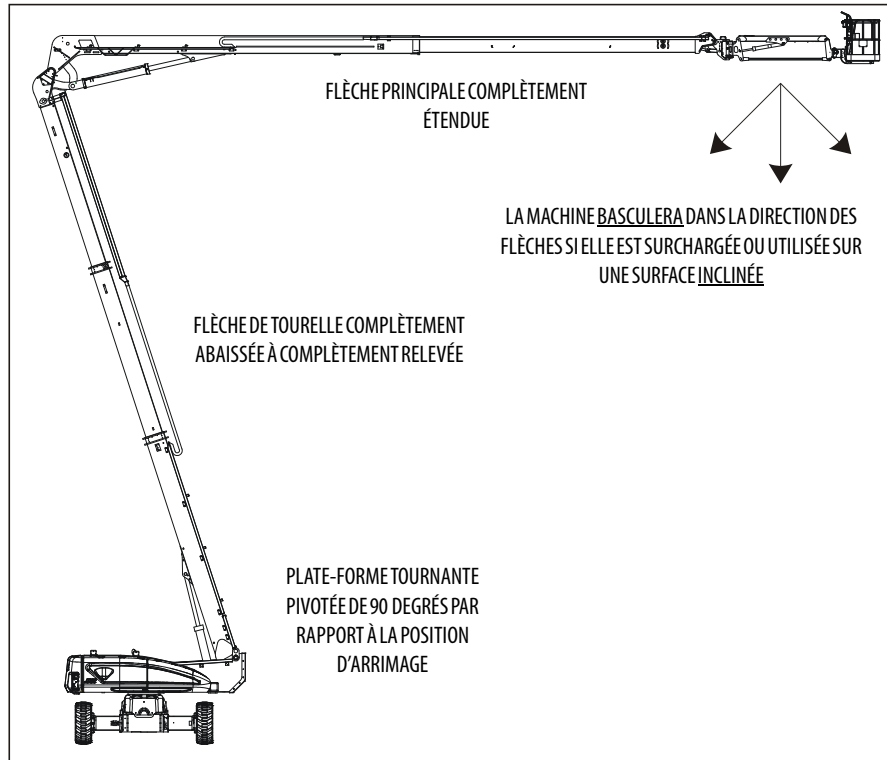
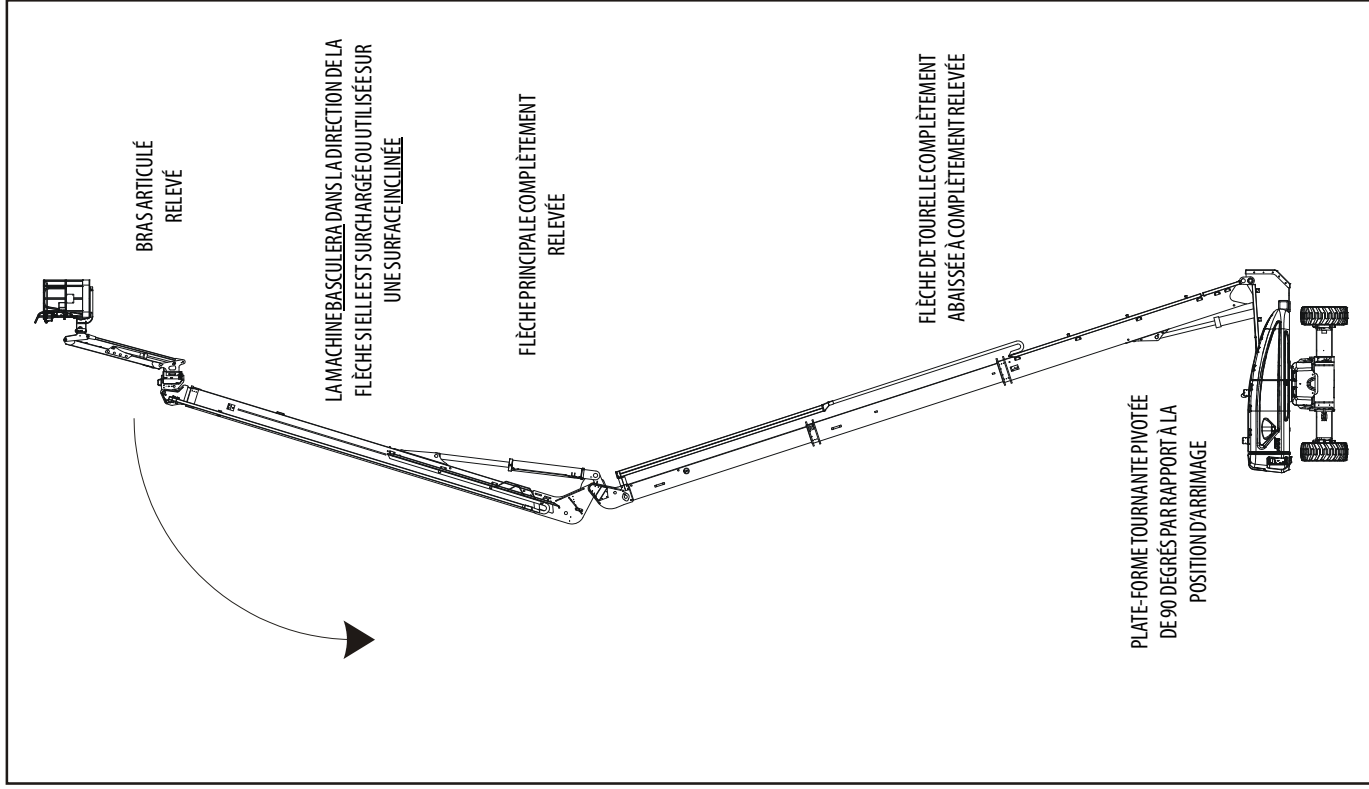

Figure 4-2. Position la moins stable vers l'avant
Figure 4-4. Positions les moins stables vers l'arrière – Fiche 2 de 2
La stabilité de la machine est basée sur deux (2) conditions, appelées stabilité VERS L'AVANT et stabilité VERS L'ARRIÈRE. La position la moins stable de la machine VERS L'AVANT est illustrée sur la Figure 4-2. et la position la moins stable de la machine VERS L'ARRIÈRE est illustrée sur la Figure 4-4.